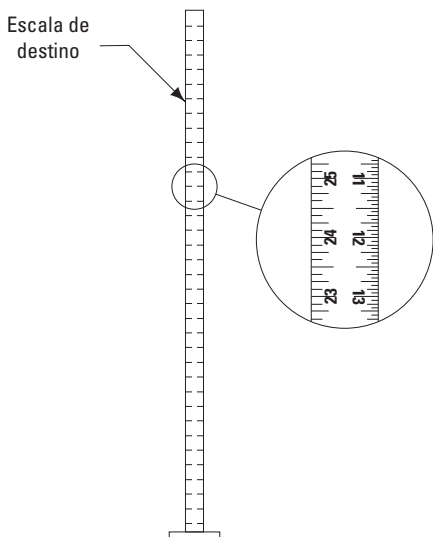

Fig. 29
- D. Comenzando con la posición "A", Fig. 3, visualice el Nivel al objetivo y marque el número o la graduación en la escala de pulgadas del objetivo que se alinea a los cruces del Nivel, Fig. 29.